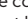

Fig. 124 Dans la partie inférieure de la console centrale : touche du frein de stationnement électronique.
- Tirez la touche  >>> **fig. 124** et maintenez-la en position.
- Appuyez sur la touche  >>> **fig. 124**. Appuyez en même temps et avec force sur la pédale de frein ou appuyez légèrement sur la pédale d'accélérateur lorsque le moteur tourne.